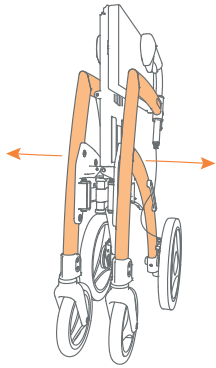

Figura 7: Desplegar el marco tirando hacia afuera separándolo
- Tire de los lados del marco hasta que el andador esté casi completamente desplegado (**Figura 7**).